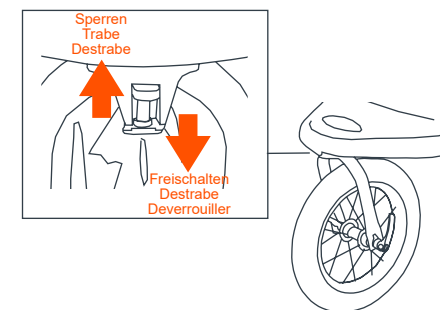

Abb. 15
- 15) • Das Schwenkrad ist mit einer Vorderradarretierung ausgestattet. Die Vorderradsperrfunktioniert in einer vertikalen Bewegung von oben nach unten und verriegelt und entriegelt das Rad (Abb. 15).